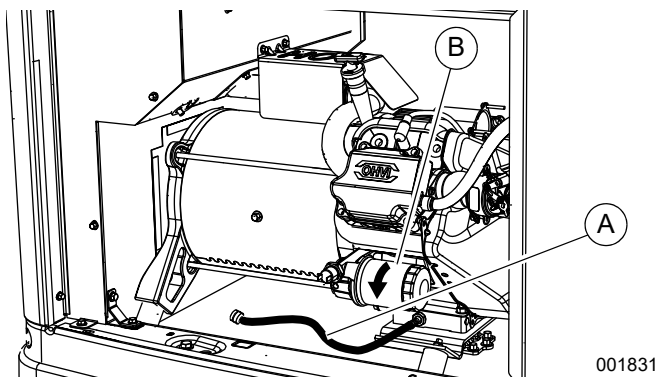
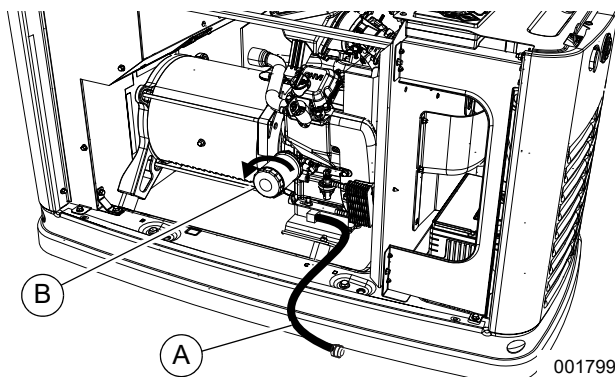

Figure 4-1. Emplacement du filtre à huile et du point de vidange (9 kW)
Figure 4-2. Emplacement du filtre à huile et du point de vidange (11-22 kW)
2. Voir la **Figure 4-1** ou la **Figure 4-2**. Patientez quelques minutes après l'arrêt du moteur. Une fois ce dernier légèrement refroidi, retirez le panneau avant. Dégagez le flexible de vidange d'huile (A) de sa pince de fixation. Retirez le capuchon du flexible et vidangez l'huile dans un bac approprié.